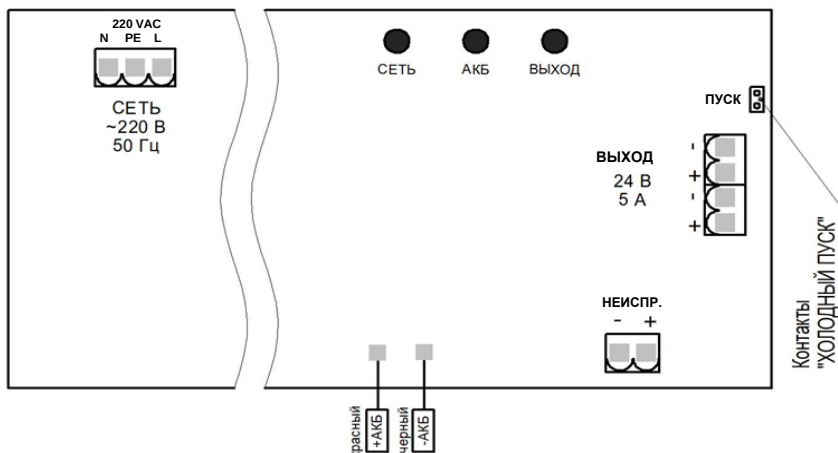
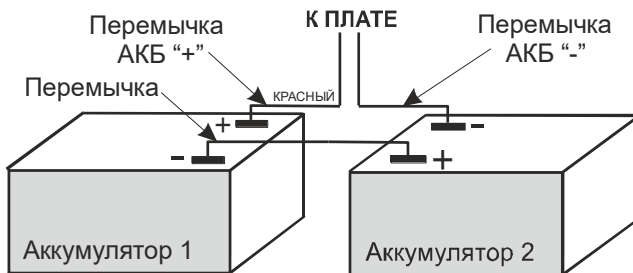

Рисунок 2 – Общий вид платы. Схема подключения
Рисунок 4 – Последовательное подключение двух аккумуляторов
При отсутствии напряжения питающей сети изделие автоматически переходит на резервное питание нагрузки от АКБ (режим «РЕЗЕРВ»). Контакты разъема «НЕИСПРАВНОСТЬ» разомкнуты (рисунок 2). Индикатор «ВЫХОД» светится, что указывает на наличие выходного напряжения. В режиме «РЕЗЕРВ» контролируется уровень напряжения на клеммах АКБ. При снижении напряжения на клеммах АКБ до значения, указанного в п. 8 таблицы 1, изделие отключает выходное напряжение по разряду АКБ и нагрузка обесточивается.
- Снять крышку, затем осуществить установку АКБ и коммутацию проводов внутри корпуса (см. рисунок 2 и рисунок 4);